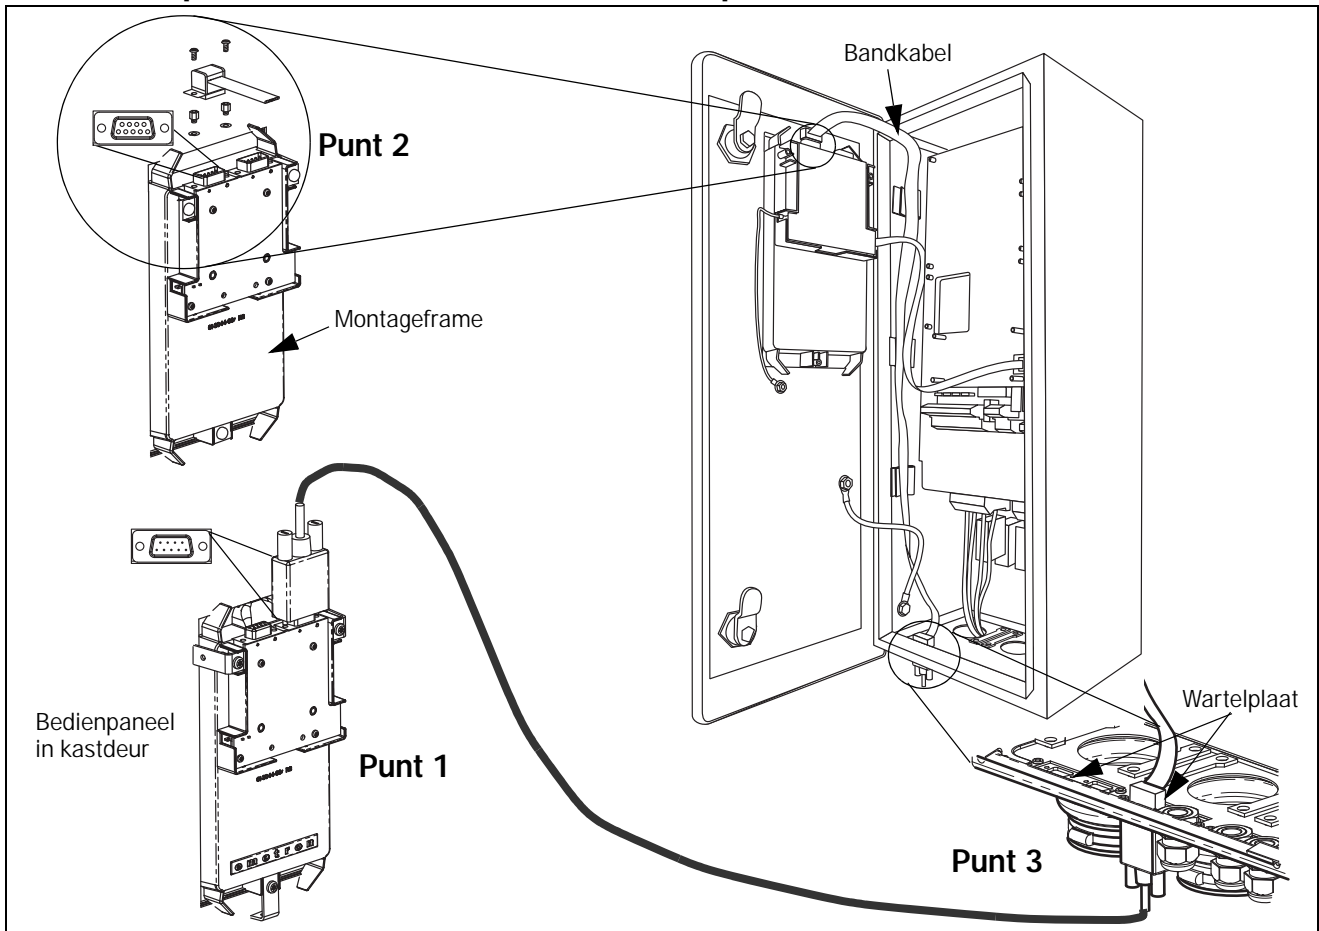

Fig. 3 Extern bedienpaneel
4. Verwijder een wartelplaat aan de onderkant van de FO. Zie Fig. 3, punt 3.
5. Monteer de wartelplaat met het D-sub-stekker overeenkomstig Fig. 3, punt 3.
8. Monteer de afstandsstukken en ringen op de vrouwelijke D-sub-contact aan de achterkant van het bedienpaneel in de FO-deur. Zie Fig. 3, punt 2.
9. Sluit de bandkabel, de mannelijke connector aan, overeenkomstig Fig. 3, punt 2 en bevestig deze met 2 schroeven.
10. Sluit de standaard RS232-kabel, de vrouwelijke connector, aan tussen de wartelplaat in de bodem van de FO en het achterdeel van het bedienpaneel in de kastdeur overeenkomstig Fig. 3, punt 1.